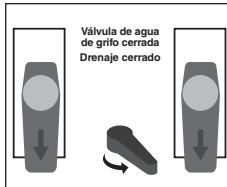

Figura 4 – Adición de productos químicos
2. Fije la posición de las válvulas de entrada y de retorno, y el inversor de flujo, como se indica en la *Figura 4*.